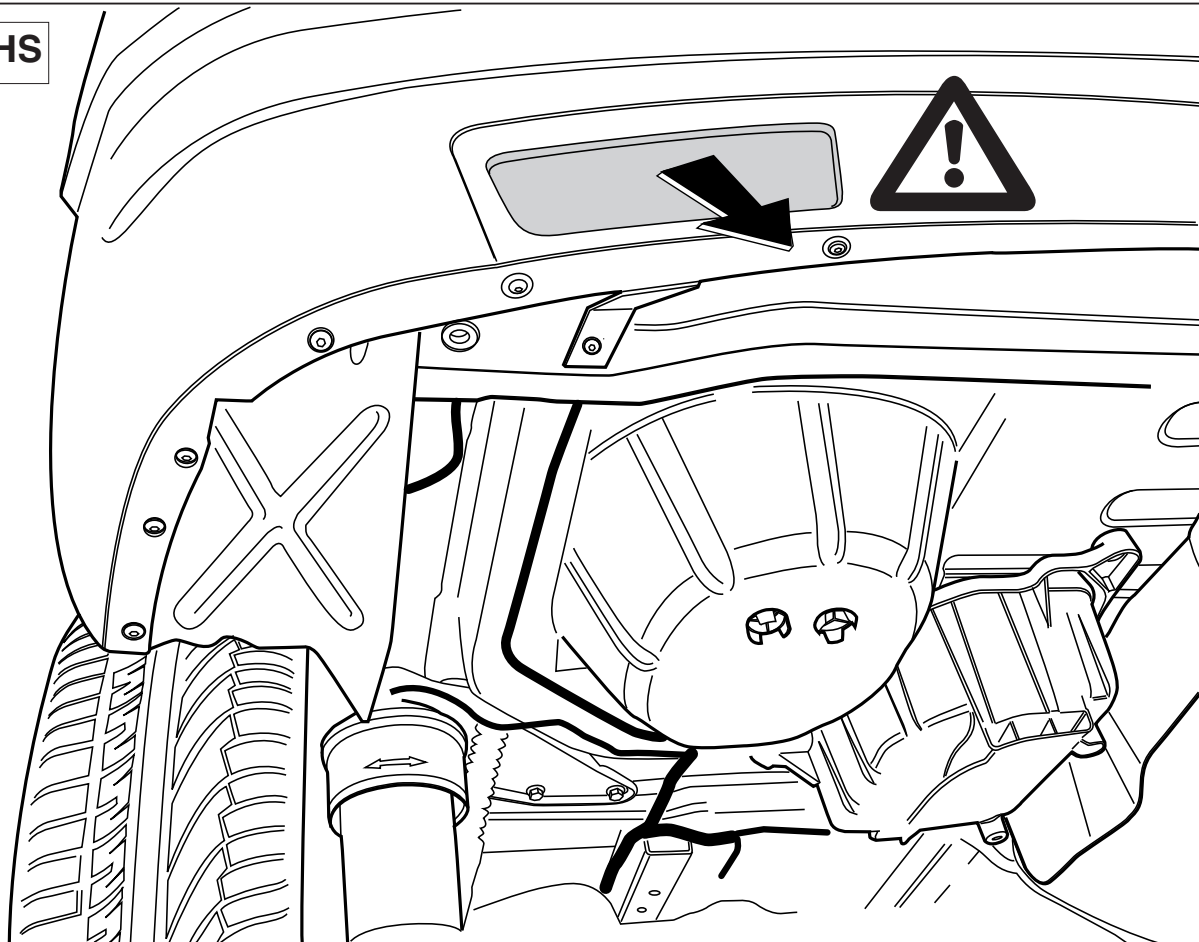

Fig.1
2. Частично снять противогрязевые щитки в надколесных дугах, чтобы облегчить доступ к рабочей зоне см. рис. 1.
1. Снять оба блока задних фар. см. рис. 1.
- чтобы облегчить доступ к рабочей зоне (Вместе с болтами X) см. рис. 1.
10. Установить оба блока задних фар. см. рис. 1.